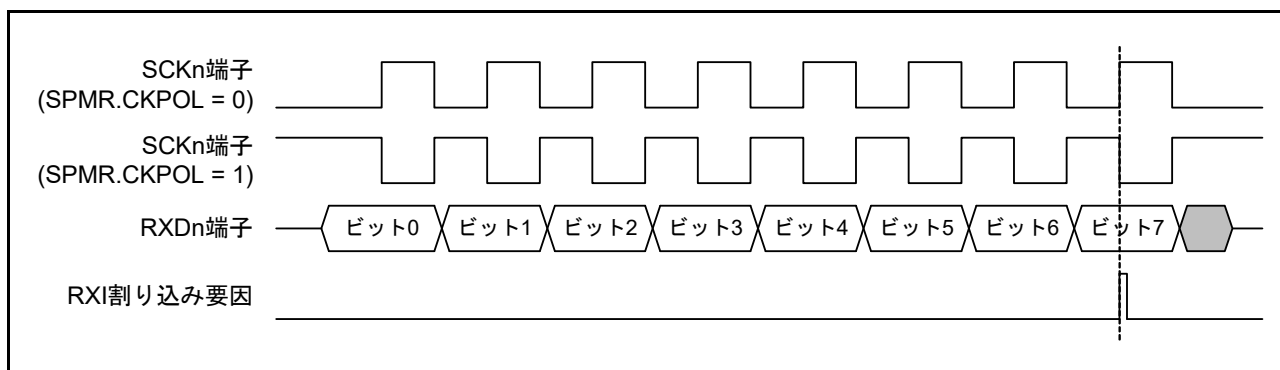

図 37.85 簡易 SPI モード (クロック遅れあり) RXI 割り込み発生タイミング
- クロック遅れあり設定 (SPMR.CKPH ビット=1) の場合、図 37.85 に示すように SCKn 端子の最終クロックエッジ手前のクロックエッジで受信データフル割り込み (RXI) が発生します。このとき、SCR レジスタの TE、RE ビットを SCKn 端子の最終クロックエッジより前に“0”に設定すると SCKn 端子出力がハイインピーダンスとなり、最終送受信クロックのクロックパルス幅が短くなります。また、RXI 割り込み後、SCKn 端子の最終クロックエッジより前に接続先スレーブに対する SSn# 端子入力信号を High にするとスレーブが誤動作する可能性があります。